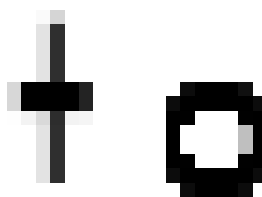

Рис. 3.
**Задача 8.** Для схемы нелинейного моста, представленной на рис. 3, необходимо: